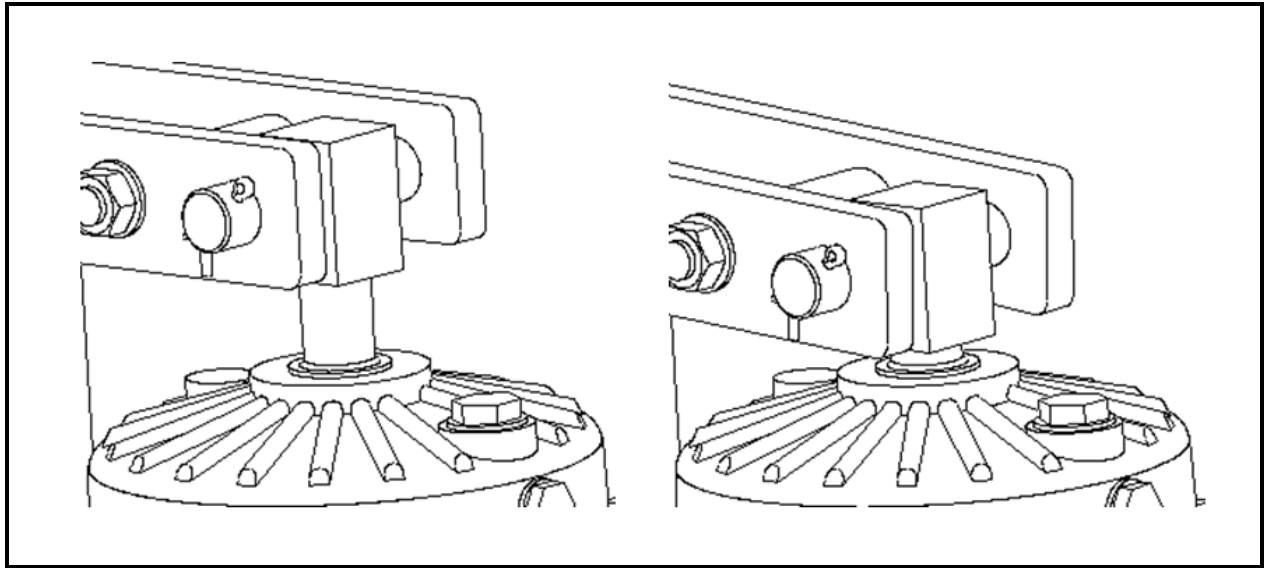

Bild 8.4
Wenn der Stößel wie im Bild 8.4 auf der rechten Seite dargestellt komplett eingefahren ist und der Zylinder sein Hubende erreicht hat ist die Gefahr groß, dass die Bremswirkung entfällt. Der Zustand sollte unbedingt vermieden werden!
- Wenn der Stößel wie im Bild 8.4 auf der rechten Seite dargestellt, komplett eingefahren ist und der Zylinder sein Hubende erreicht hat, ist die Gefahr groß, dass die komplette Bremswirkung entfällt. Dieser Zustand sollte vermieden werden und vorher eine Nachstellung erfolgen.
Wenn der Stößel wie im Bild 8.4 auf der rechten Seite dargestellt, komplett eingefahren ist und der Zylinder sein Hubende erreicht hat, ist die Gefahr groß, daß die Bremswirkung entfällt. Der Zustand sollte unbedingt vermieden werden und vorher eine Nachstellung erfolgen!